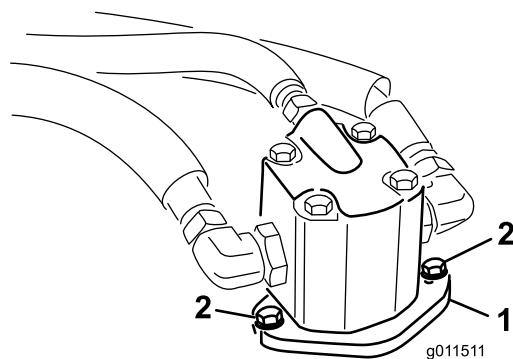

Figure 71
4. Enlevez les boulons qui fixent le moteur hydraulique au tablier de coupe (Figure 71). Soulevez le moteur et placez-le sur le dessus du tablier de coupe.